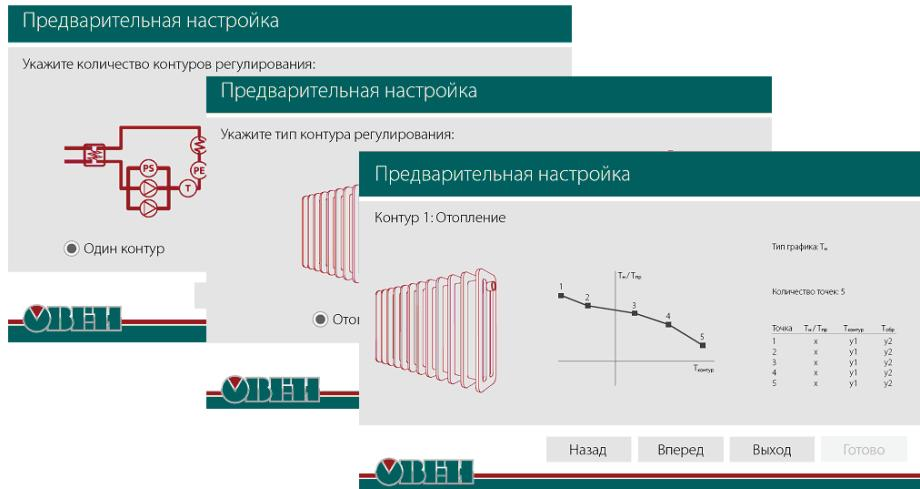

Рисунок 6.21
6.14.18 Параметры общие для насосов контура 1 и контура 2, задаются через пункт меню //Общее/Общ.Парам.Нас. (рисунок 6.21).